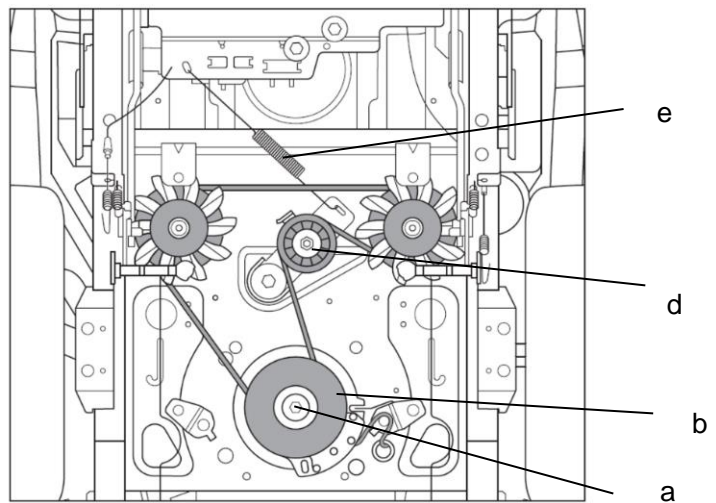

Fig.27B
3. Ta bort fästbultarna (a, Fig. 27B) på den elektromagnetiska kopplingen (b Fig.27B).
5. Ta bort spännhjulet (d, Fig .27B).
6. Ta bort dragfjädersnåren (e, Fig .27B).